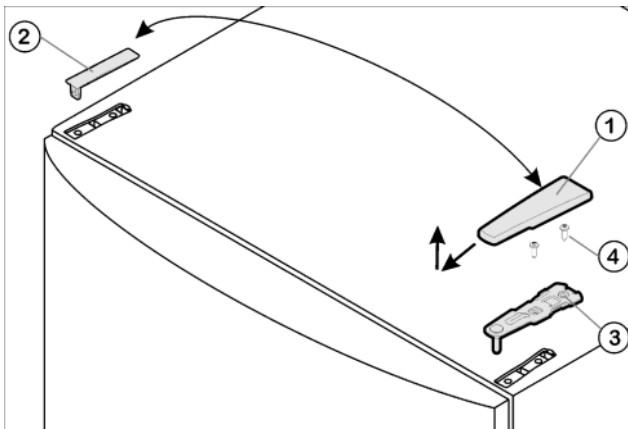

Fig. 4
- ▶ Retire hacia delante y hacia arriba la cubierta Fig. 4 (1).
- ▶ Desmonte la cubierta Fig. 4 (2).
- ▶ Desatornille el soporte de cojinete superior Fig. 4 (3)(2 Torx® 25) Fig. 4 (4) y extráigalo hacia arriba.
- ▶ Inserte el soporte de cojinete superior *Fig. 4 (3)* en el nuevo lado de la bisagra y en la puerta.
- ▶ Atornille el soporte de cojinete superior (**con 4 Nm**) para fijarlo (2 Torx® 25) *Fig. 4 (4)*. Dado el caso, grabe los agujeros de tornillo o utilice un destornillador de batería.
- ▶ Coloque y encaje la cubierta *Fig. 4 (1)* y la cubierta *Fig. 4 (2)* desde fuera en el lado opuesto, respectivamente.